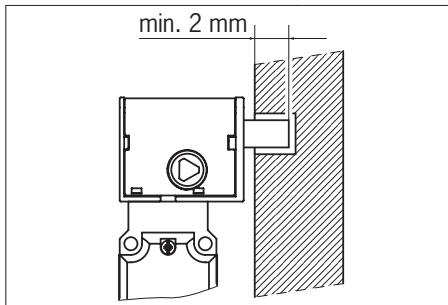

Figura 1: Interruptor de seguridad TK bloqueado
Al activarse el bloqueo, se despliega el perno de bloqueo. El bloqueo se produce al introducirse el perno, por ejemplo, en una cavidad del marco de la puerta de protección (véase la Figura 1).
- ▶ El perno de bloqueo debe quedar introducido como mínimo 2 mm (véase la Figura 1).